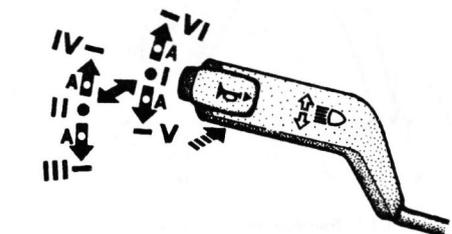

Рис. 1.6. Положения рычага переключателя указателей поворота и света фар (со звуковым сигналом)
5 – рычаг переключателя указателей поворота, света фар и звукового сигнала**. Рычаг может занимать шесть фиксированных положений (I, II, III, IV, V и VI) и четыре нефиксированных положения А (рис. 1.6 и 1.7).
При неоднократном перемещении рычага переключателя из положения «I» на себя вдоль рулевой колонки (нефиксируемое положение) происходит сигнализация дальним светом фар («подмигивание»). При нажатии на кнопку рычага (в любом его положении) вдоль оси включается звуковой сигнал** (без фиксации) (см. рис. 1.6).
*На части автомобилей звуковой сигнал включается переключателем указателей поворота и света фар (см. рис. 1.6).